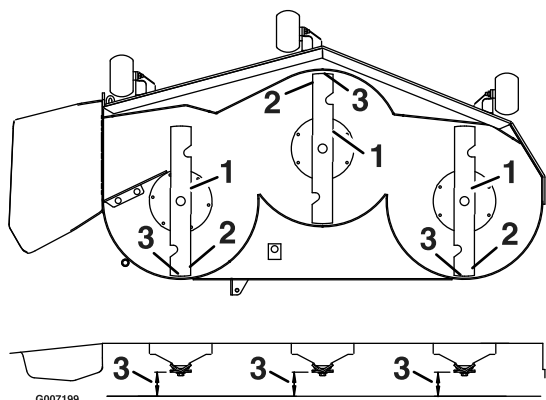

Figure 59
3. Faites pivoter les lames avec précaution pour faire passer les pointes avant à l'arrière (Figure 59).
4. Mesurez la distance entre la pointe de la lame avant et la pointe de la lame arrière par rapport à la surface plane (Figure 59). Si la pointe avant de la lame n'est pas de 1,6 à 7,9 mm (1/16 à 5/16") plus basse que la pointe arrière, poursuivez la procédure de mise à niveau du tablier de coupe.